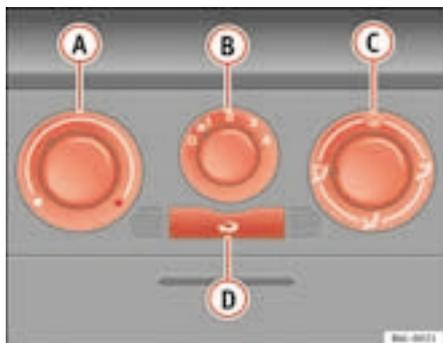

Fig. 88 Comandos do aquecimento no painel de instrumentos
- Com os reguladores ⇒ fig. 88 **A** e **C** e com o interruptor **B** é ajustada a temperatura, a distribuição do ar e o nível do ventilador.